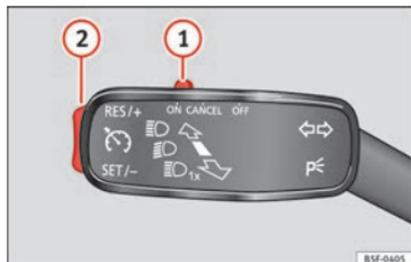

Fig. 47 A la izquierda de la columna de la dirección: conmutador y mandos de manejo del GRA.
- Conectar el GRA: desplace el conmutador »» fig. 47 ① hasta ON. El sistema está encendido. El sistema no regula al no haber programado ninguna velocidad.
- Activar el GRA: pulse el botón »» fig. 47 ② en la zona SET/-. La velocidad actual se memoriza y regula.
- Desconectar el GRA temporalmente: desplace el conmutador »» fig. 47 ① hasta CANCEL o pise el freno. La regulación se desconecta temporalmente.
- Conectar el GRA de nuevo: pulse el botón »» fig. 47 ② en RES/+. La velocidad memorizada se guarda y regula otra vez.
- Aumentar velocidad programada durante regulación de GRA: pulse botón ② en RES/+. El vehículo acelera hasta la nueva velocidad guardada.
- Reducir velocidad programada durante regulación de GRA: pulse botón ② en SET/- para reducir 1 km/h (1 mph). La velocidad se reduce hasta alcanzar la nueva velocidad memorizada.
- Desconectar el GRA: desplace el conmutador »» fig. 47 ① a OFF. Se desconecta el sistema y la velocidad memorizada se borra.